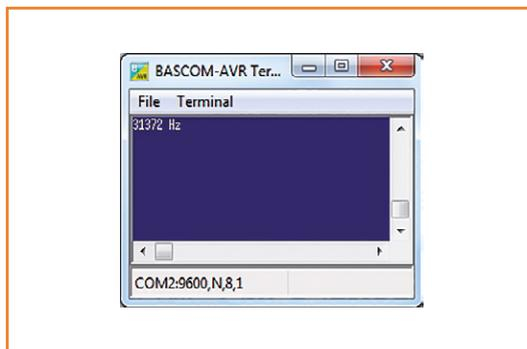

Bild 7.
Bei der Print-Ausgabe sieht man eine Besonderheit. Normalerweise schließt Bascom jede Ausgabe mit Chr(13) und Chr(10) ab. Nachfolgend soll die Ausgabe aber von einem anderen Bascom-Programm wieder empfangen werden. Und in Empfangs-Richtung wird nur ein Chr(13) erwartet. Deshalb wird hier beim Senden das Zeilenende unterdrückt und ein Chr(13) selbst angefügt. Um sich das Ergebnis anzeigen zu lassen, kann man auch das Bascom-eigene Terminal verwenden. Hier sieht man dann immer neue Messwerte in derselben Zeile. Das fehlende Chr(10) bewirkt also, dass keine neue Zeile angefangen wird (**Bild 7**).